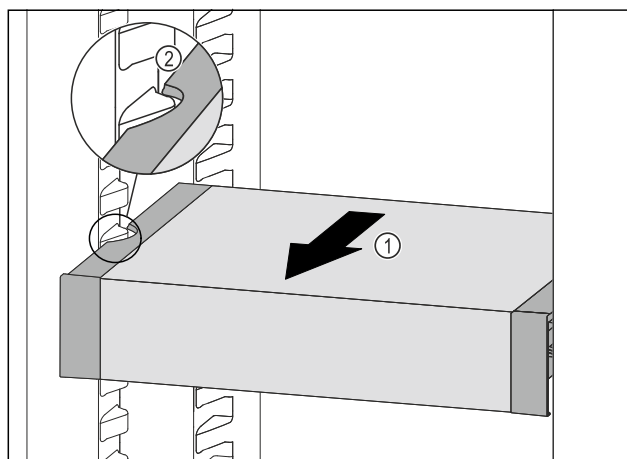

Fig. 138
- Tirer le VarioSafe vers l'avant Fig. 138 (1) jusqu'à ce que les encoches latérales du VarioSafe se trouvent au niveau de la nervure du bac dans la partie réfrigérateur. Fig. 138 (2)